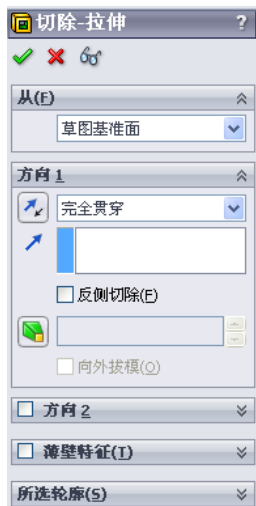

图 10-176 进行拉伸切除操作
8) 生成“拉伸切除”特征。单击“特征”工具栏中的（拉伸切除）按钮，或选择“插入”→“切除”→“拉伸”菜单命令，在属性管理器中方向 1 的终止条件中选择“完全贯穿”，如图 10-176 所示，单击（确定）按钮，完成拉伸切除操作。